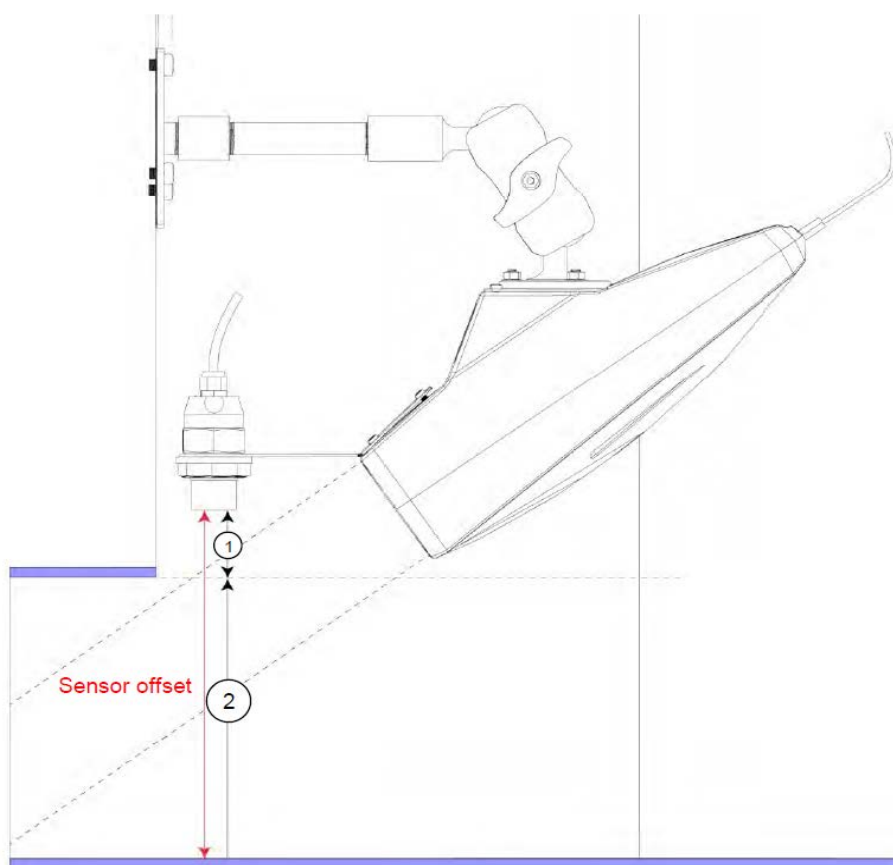

Figura 13: Offset del Sensor
1. Coloque la varilla en la parte de debajo de la tubería o del canal y alíneala verticalmente con el sensor de nivel (Figura 13).
Nota: Si no resulta práctico medir desde la parte de abajo de la tubería, mida la distancia desde la corona de la tubería hasta la parte superior del armazón (Figura 13). Añada esta distancia al diámetro de la tubería para obtener el offset del sensor (el offset del sensor= diámetro de la tubería+la distancia desde la corona de la tubería hasta la parte superior del armazón).